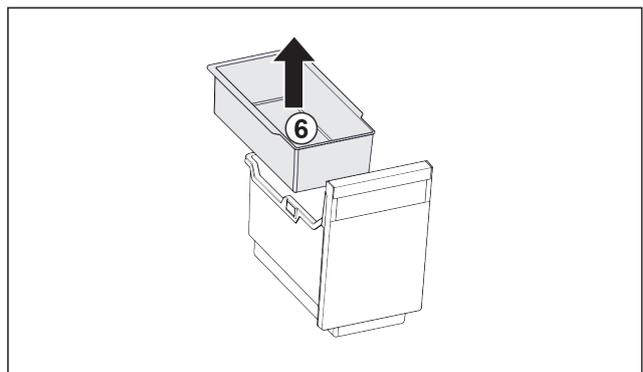

Fig. 95
- ▶ Einhängeschale Fig. 95 (6) entnehmen.